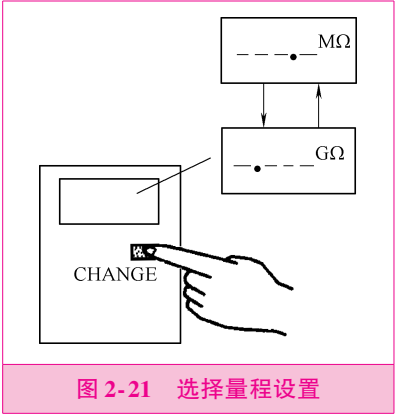

图 2-21 选择量程设置
- 3) 根据测量需要选择量程, 通过按动“CHANGE”键, 量程将在 200MΩ 和 2GΩ 之间转换, 显示屏单位符号区分别显示“MΩ”和“GΩ”, 小数点也自动移位, 如图 2-21 所示。